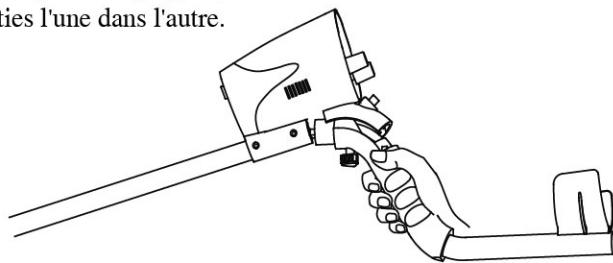

Figure 1
1. Alignez la partie arrondie en plastique de la poignée, avec la rainure arrondie en bas du boîtier de commande (Figure 1).